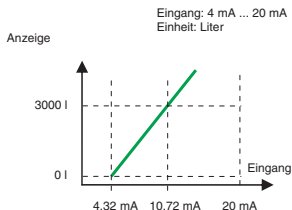

Bild 4
2. Der USC soll den nutzbaren Füllstand im Behälter in Liter anzeigen. Bei 0 Liter misst der Sensor aufgrund seiner Montage im Stutzen bereits einen Druck. Es ergibt sich die Kennlinie in Bild 4.